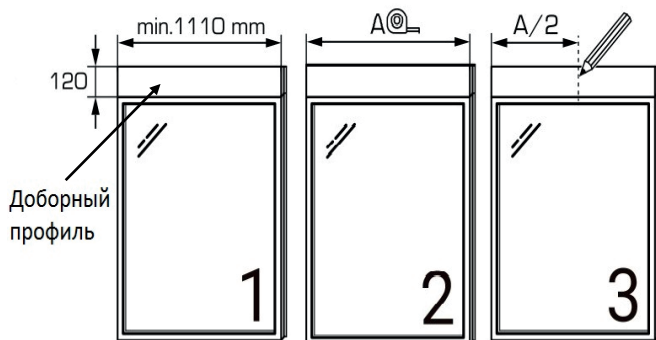

Рисунок 4 – Схема установки в доборный профиль
- проверить габариты места для монтажа установки (рисунок 4) (ширина оконного проёма – не менее 1110 мм, высота доборного профиля – не менее 120 мм).
- а) найти ось симметрии на доборном профиле и отметить это место (рисунок 4. поз. 1, 2, 3);